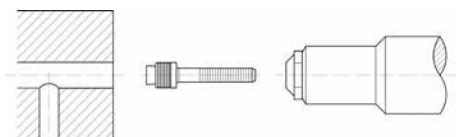

Fig. 1
- 将LK堵头塞入安装工具，并确保套筒触及枪嘴。(Fig. 1).